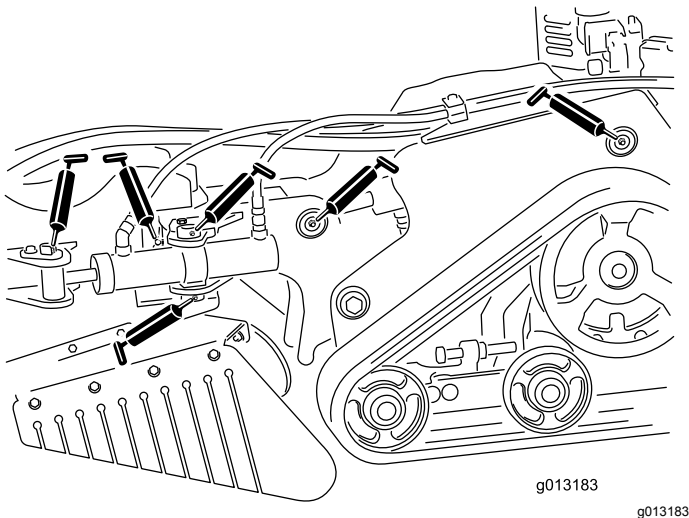
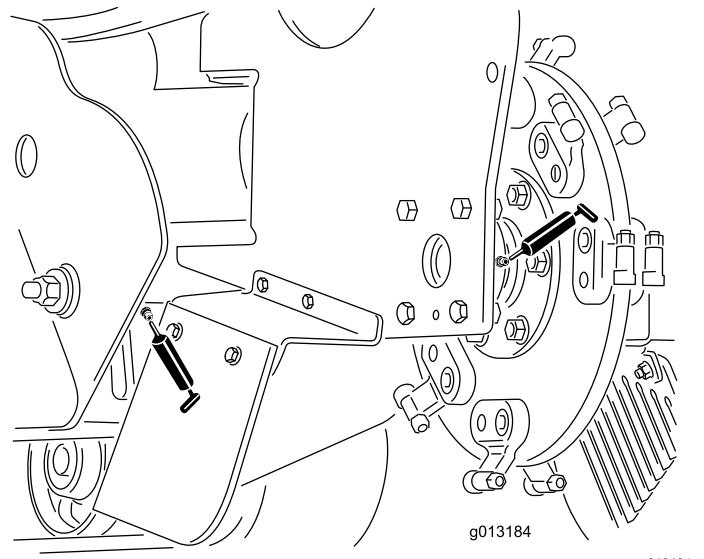

Figura 24
Figura 25
4. Conecte una pistola de engrasar a cada punto de engrase (**Figura 24** y **Figura 25**).